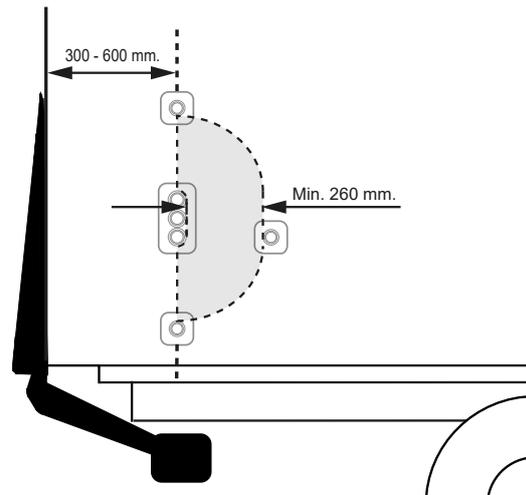

Abbildung 46. Montage von Bedieneinrichtung CD 1 für den Zweihandbetrieb
2. Der Abstand zwischen der Rückseite des Fahrzeugs und der Mitte der Bedieneinrichtungen muss 300-600 mm betragen. Der Abstand zwischen den Bedieneinrichtungen muss mindestens 260 mm betragen. Siehe Abbildung 46.